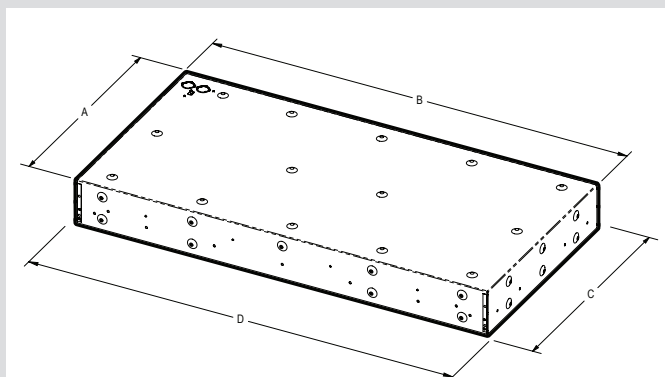
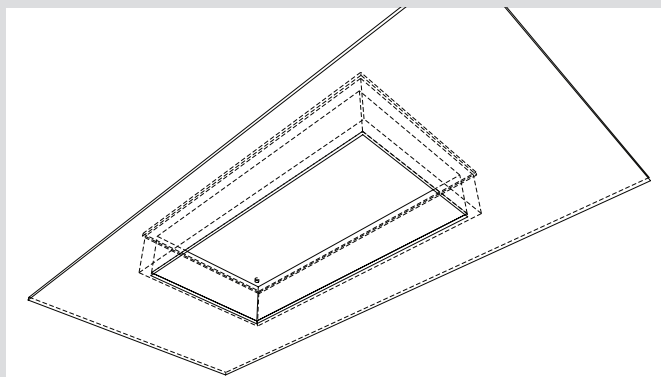

Figure 1
Figure 2 : Coffrage de bois dans le plafond
1. S'assurer d'avoir un trou dans le plafond (tableau1 Fig.1) et d'avoir un coffrage en bois de mêmes dimensions (Fig.2).